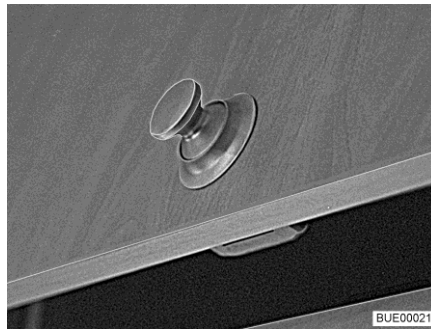
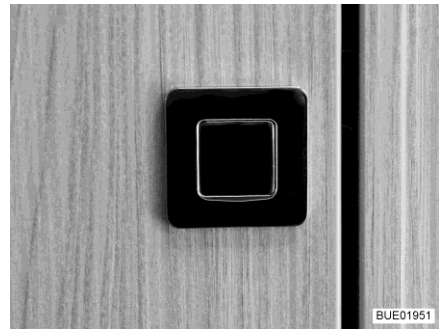

Bild 61 Möbelklappe mit Druckknopf (rund)
Bild 62 Möbelklappe mit Druckknopf (rechteckig)
- Innenteil des Schlosses drücken. Der Druckknopf (Bild 61 oder Bild 62) springt heraus.